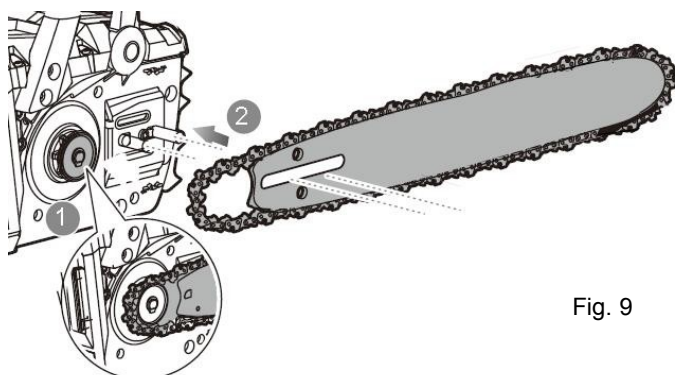

Fig. 9
- Placez le guide-chaîne à ras contre la surface de montage afin que ses goujons soient dans la longue fente du guide-chaîne. (Fig 9)